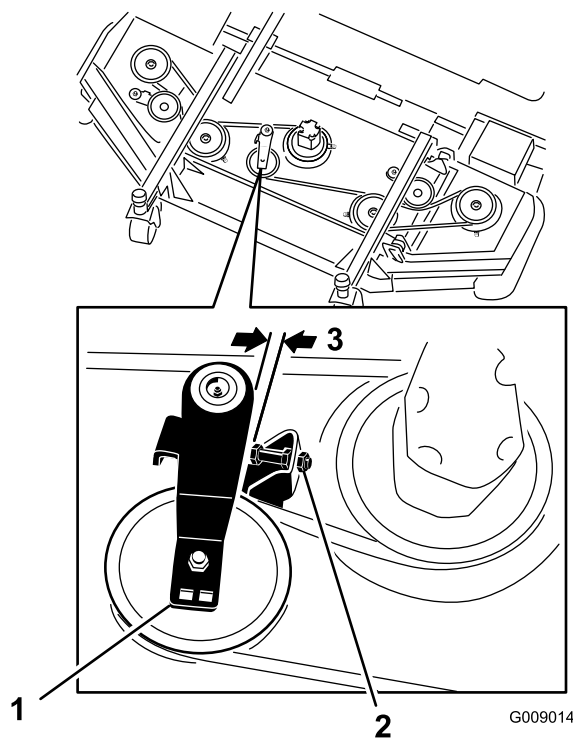

Figure 82
2. Sur le plateau avant, desserrez les écrous de blocage sur la vis d'arrêt de la poulie de tension et vissez la vis d'arrêt dans le support (Figure 82).
3. À l'aide d'une clé à cliquet ou d'un outil similaire, éloignez la poulie de tension (Figure 82) de la courroie d'entraînement pour détendre cette dernière et pouvoir la déchausser des poulies.